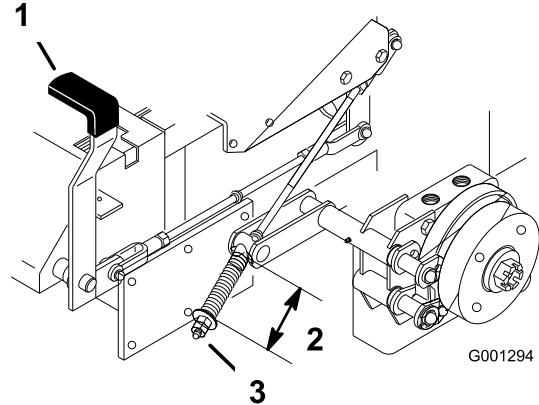

Bild 80
2. Messen Sie die Länge der Feder (Bild 80).
3. Falls Sie eine Einstellung vornehmen müssen, lösen Sie die Feststellbremse, lockern Sie die Klemmmutter unterhalb der Feder und ziehen Sie die Mutter direkt unter der Feder an (Bild 80).